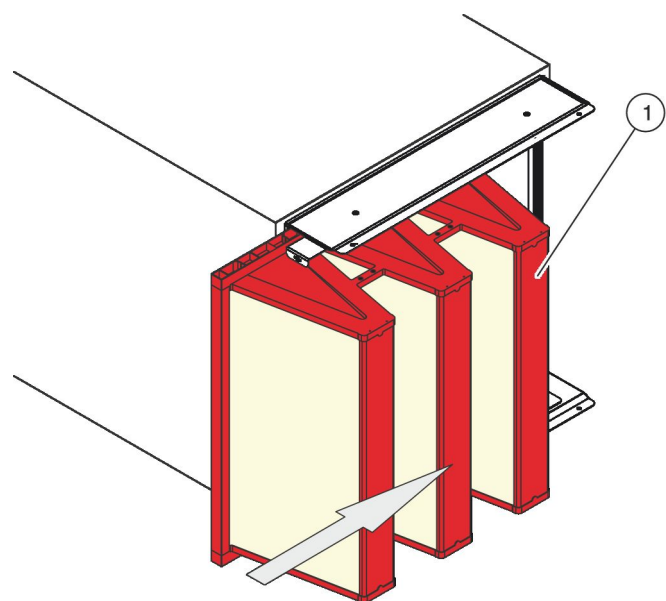

Рис. 61: Замена фильтрующего элемента
6. ▶ Вставьте новый фильтрующий элемент (Рис. 61/1) с боковой стороны.